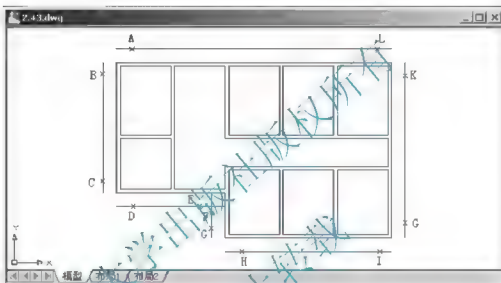

图 2.44 外圈线向外偏移 900mm
将外墙线向外偏移 900mm，如图 2.44 所示。之后需要对散水线的阴阳角进行修角处理。
① 在选择第一个对象或 [放弃(U)/多段线(P)/半径(R)/修剪(T)/多个(M)]: 提示下,拾取图 2.44 中散水线 A 处。